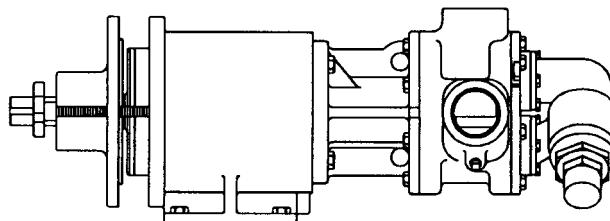

FIGURA 8
2. Ruotare le manopole uniformemente per ritrarre l'alloggiamento del cuscinetto ed il gruppo esterno. **Vedere Figura 8.**